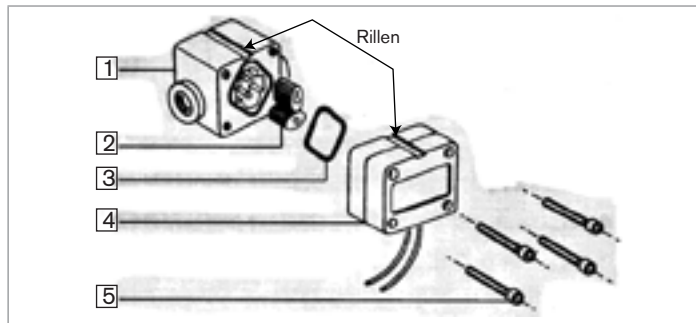

Bild 9: Explosionszeichnung des Sensors 8071
- Die 4 Schrauben (5) lösen (Bild 9) und den Deckel (4) abnehmen (Bild 9).
- Die Dichtung (3) entfernen (Bild 9).
- Die Räder (2) herausnehmen (Bild 9).
→ Die Dichtung (3) wieder einsetzen (*Bild 9*).
Die Rille des Deckels auf die des Gehäuses ausrichten (siehe *Bild 9*).
→ Den Deckel (4) wieder aufsetzen (*Bild 9*).
→ Die 4 Schrauben (5) (*Bild 9*) mit folgendem Anzugsdrehmoment über Kreuz festziehen: